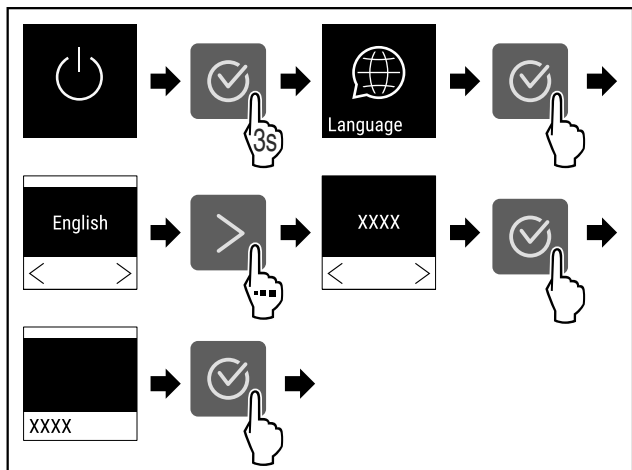

Fig. 55
- ▶ Izvedite zahtevane korake (glejte Fig. 55).